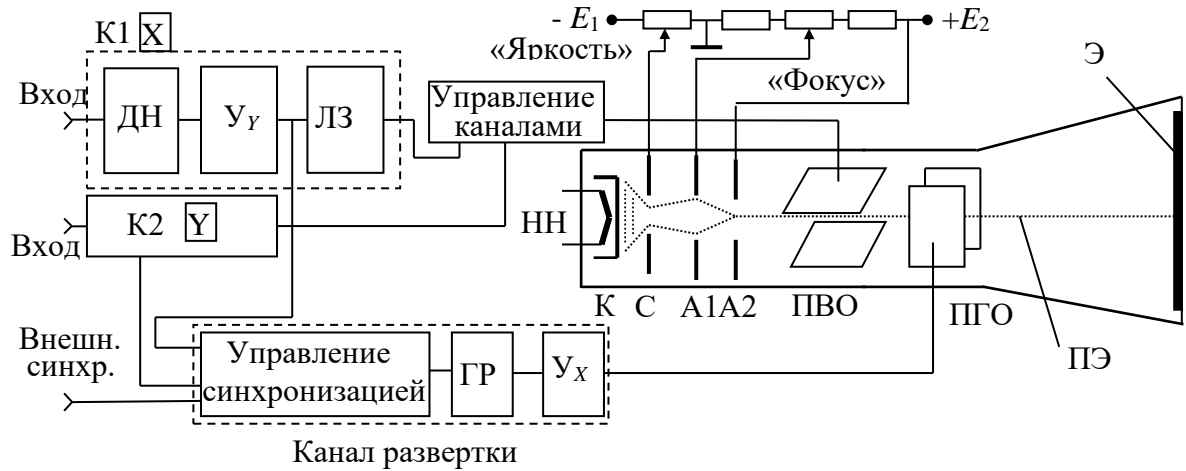
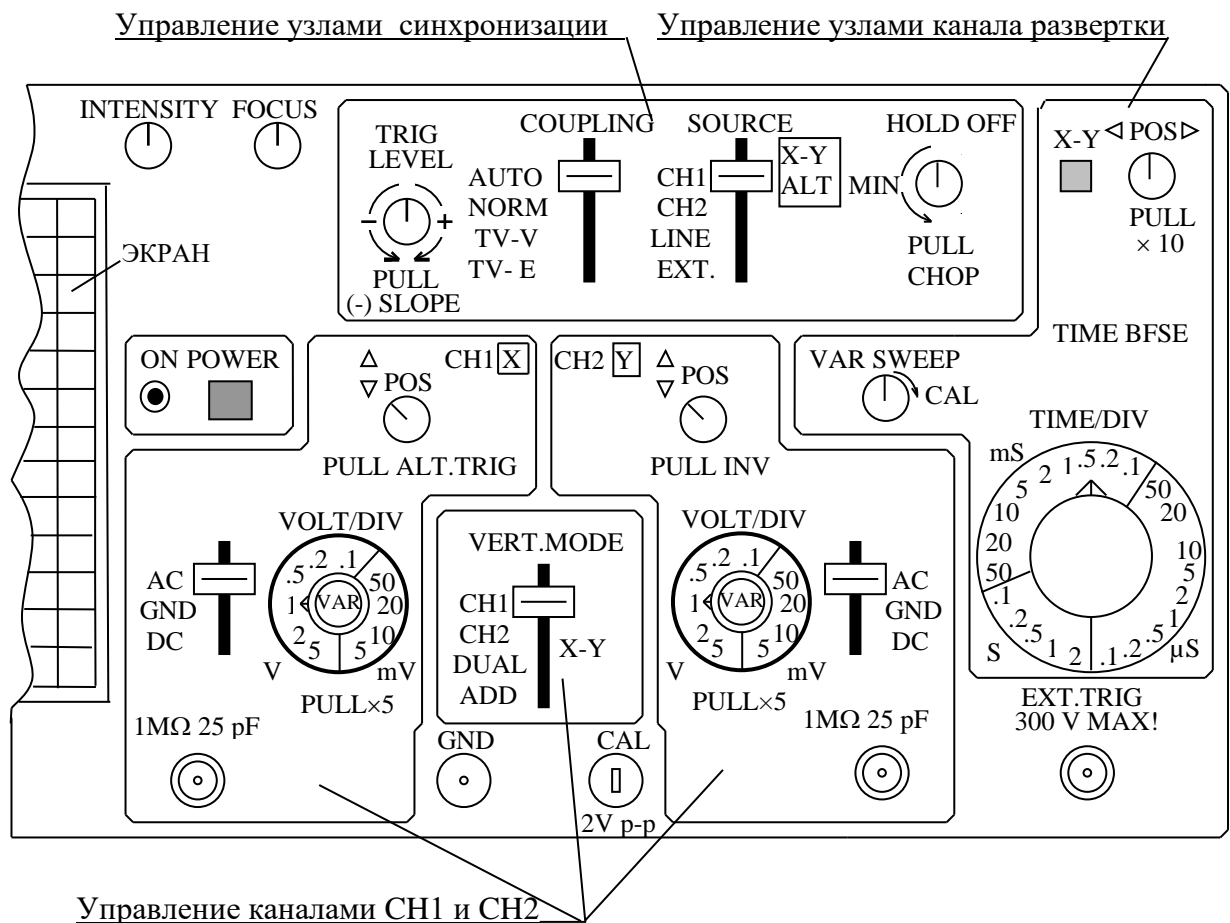

Рис. 1. Структурная схема аналогового осциллографа АСК-1021
Рис.2. Передняя панель аналогового осциллографа АСК-1021
Упрощенная структурная схема АО представлена на рис. 1. Вид передней панели используемого в работе АО приведен на рис.2. Так как надписи на ней приведены на английском языке, в ниже приведенном описании АО приводится их перевод. Описание органов управления и их назначения с привязкой к функциональным узлам дается при рассмотрении структурной схемы АО и его принципа действия (выделено другим размером шрифта). Для облегчения работы с АО органы управления функционально связанных узлов объединены в сектора, выделенных цветом и обведенных сплошной линией (см. рис.2).
Простейшая ЭЛТ (рис.1) представляет собой тщательно откаченный стеклянный баллон с электродами. Катод (К), подогреваемый с помощью нити накала (НН), эмитирует электроны, которые под действием поля по-
- 2) Рычажный переключатель на три позиции (рис.2):
ведёт к соответствующему изменению периода развёртывающего напряжения. Для осуществления синхронизации исследуемое напряжение, снимаемое с выхода усилителя  $Y$  (переключатель П1 в положении 1- см. рис.1), подаётся на управляющий вход генератора развёртки (“внутренняя синхронизация”). Синхронизация может также осуществляться от внешнего источника напряжения (переключатель П1 в положении 2), частота которого совпадает с частотой исследуемого напряжения или меньше её в целое число раз (“внешняя синхронизация”).
Поскольку в ждущем режиме запуск развёртки начинается с некоторым запаздыванием (необходимо некоторое время на достижение сигнала уровня запуска и срабатывание ГР) изображение начальной части сигнала теряется. Для получения полного изображения сигнала вводится линия задержки ЛЗ в канал  $Y$  (см. рис. 1). Регулировкой уровня запуска необходимо добиться того, чтобы задержка запуска ГР была меньше задержки, вносимой ЛЗ.